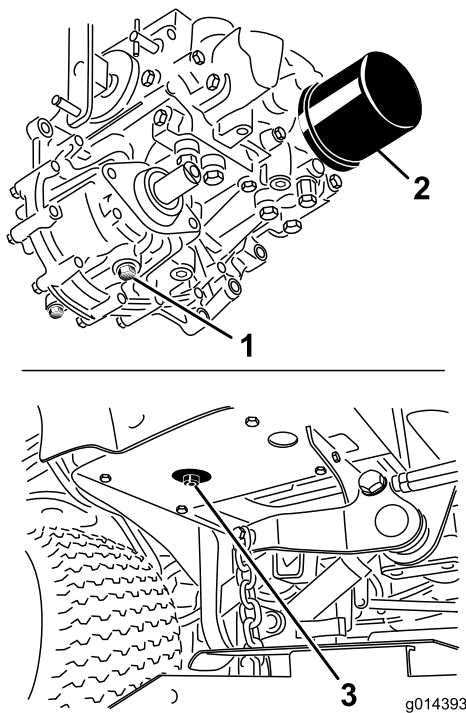

Figura 53
3. Coloque un recipiente grande debajo del depósito de aceite hidráulico y el alojamiento de la transmisión y retire los tapones; deje que se vacíe todo el aceite hidráulico (Figura 53).
4. Limpie la zona alrededor del filtro de aceite hidráulico y retire el filtro (Figura 53).